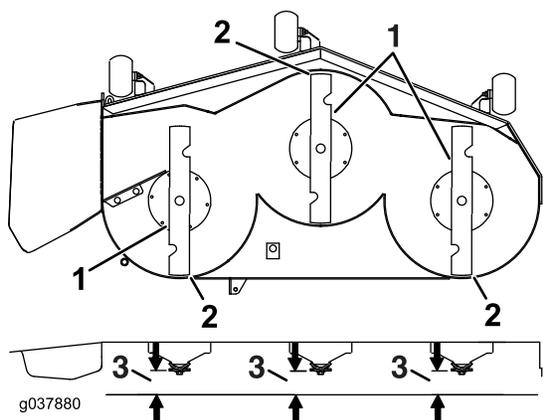

Рисунок 82
7. Проверьте выравнивание ножа по горизонтали в продольном направлении (Рисунок 82). Убедитесь, что передний конец ножа ниже заднего конца ножа, как показано в таблице высоты подставок и наклона ножей. Если необходима регулировка, перейдите к выполнению данной процедуры.